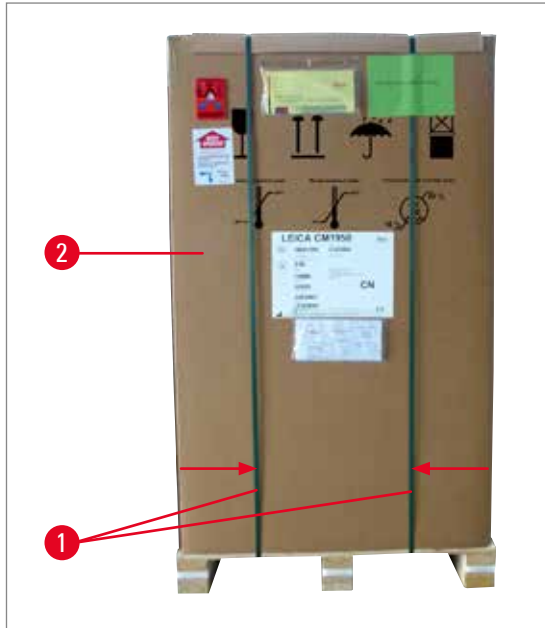

Fig. 1
2. Stando vicino alla cassa tagliare le strisce situate nel punto indicato (vedere frecce in (→ Fig. 1)).